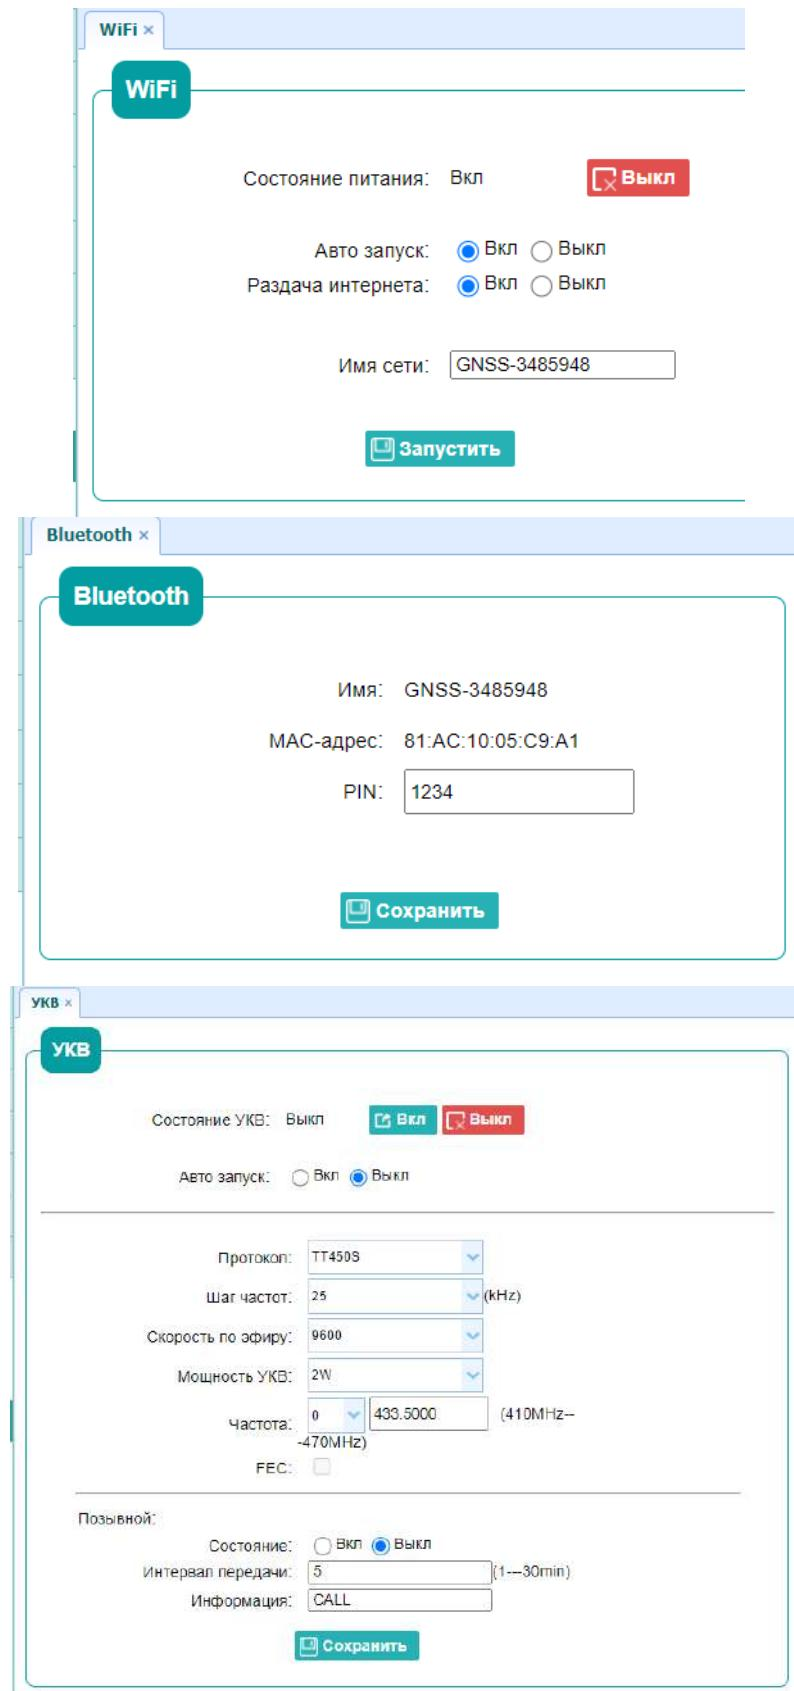

Рис. 2.54
2. Перейдите в меню **[Настройки] → [Подкл.]**. Выберите устройство: PrinCe, тип: RTK, Устройство i30VR, соединение: BT или WiFi, антenna PrinCe i30VR (см. рис. 2.54).